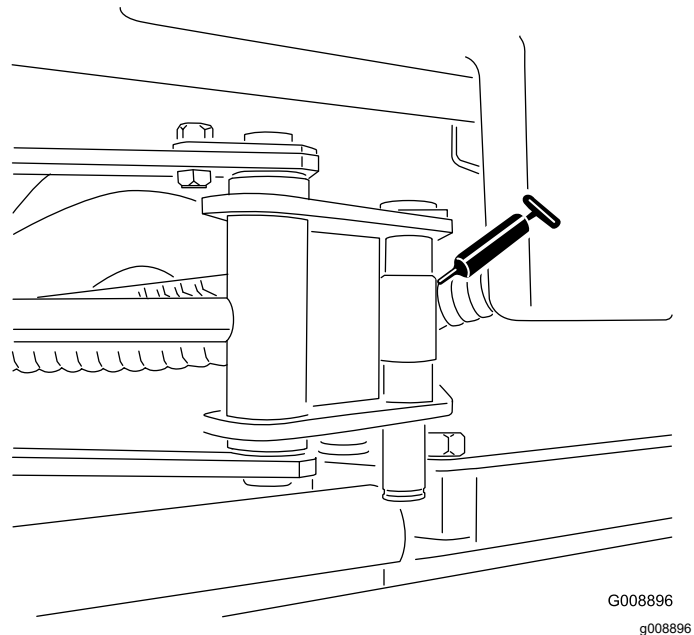

Bild 61
- SideWinder-Zylinderenden (zwei Schmiernippel; nur Modell 03171 – Bild 61)